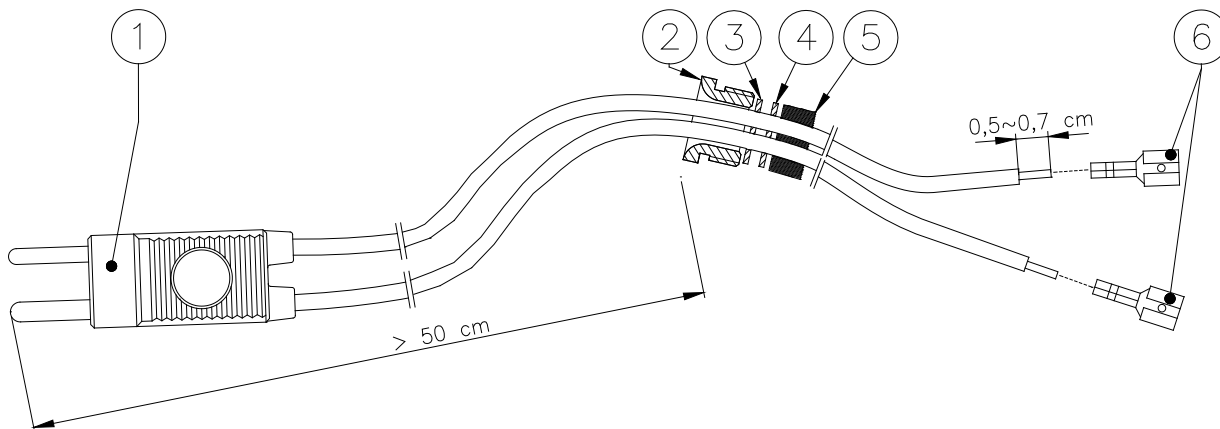

Figure 17 – Câble d'alimentation avec fiche
- Retirer le cadre porte-filtre (Figure 17 - n°2) en dévissant les vis TBHC M5x10 correspondantes (Figure 17 - n°3)
- Nettoyer la surface du prisme (Figure 17 - n°1) avec un produit non abrasif